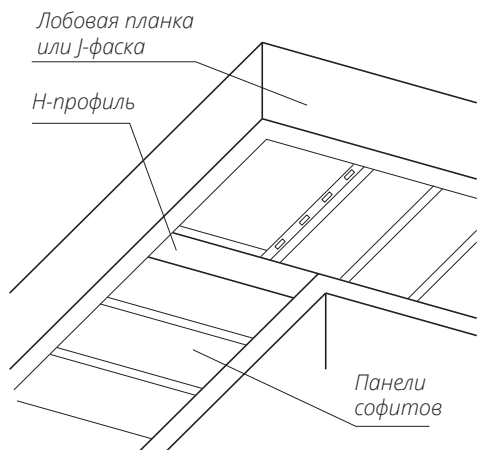
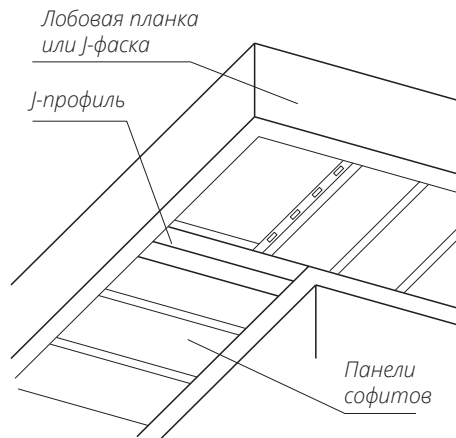
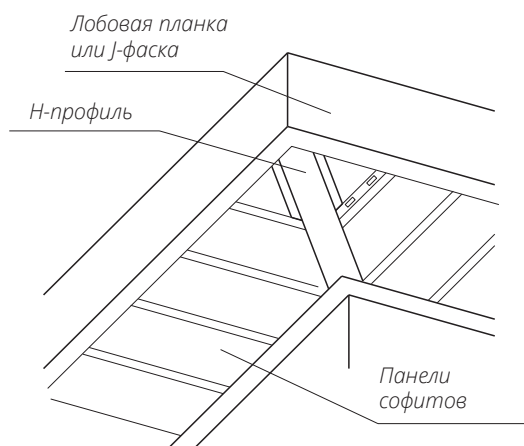
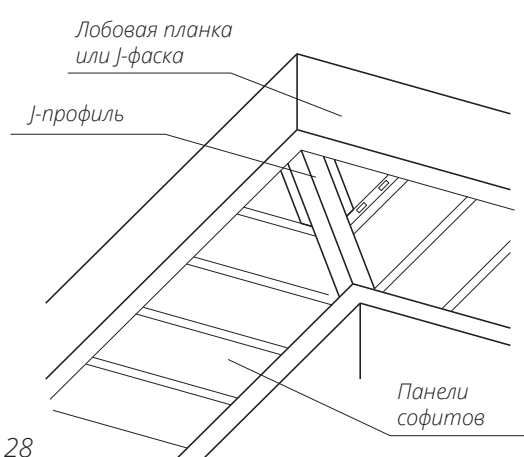

Рис. 25
Рис. 26
Рис. 27
Рис. 28
■ Оформление поворота можно производить как под прямым углом (рис. 25, рис. 26), так по диагонали (рис. 27, рис. 28). В обоих случаях на стыке панелей софита могут использоваться Н-профиль (рис. 25, рис. 27) либо два J-профиля (рис. 26, рис. 28). Если не требуется скрыть крепеж, используйте Планку стыковочную простую.